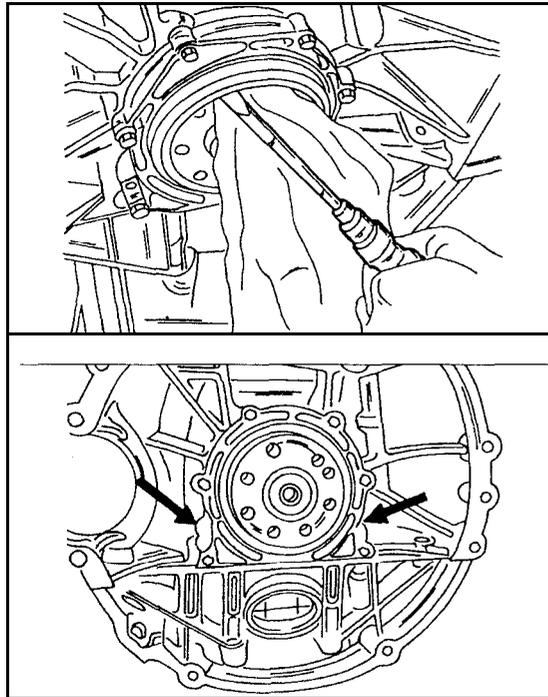

Bild 149
- Falls nur der Dichtring erneuert werden soll, den Dichtring mit einem Schraubenzieher heraushebeln, wie es in Bild 149 gezeigt ist. Einen dicken Lappen an der Auflagestelle des Schraubendrehers unterlegen (siehe Bild), um die anderen Teile nicht zu beschädigen.